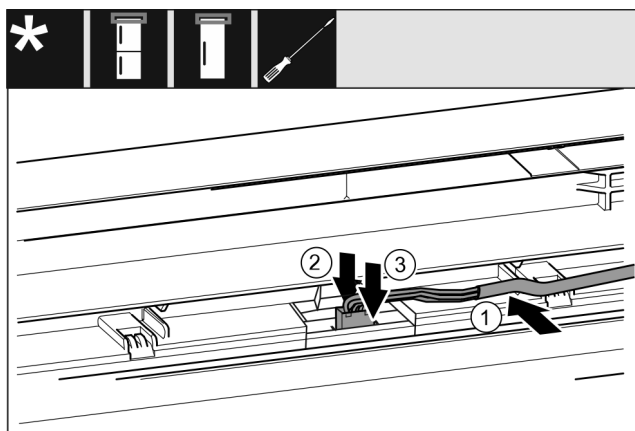

Fig. 61 Hladnjaci-zamrzivači / zamrzivači / hladnjaci*
- ▶ Umetnite kabel Fig. 61 (1) u vodilicu u gornja vrata.*
- ▶ Pritisnite jezičac Fig. 61 (2) prema natrag.*
- ▶ Pustite da se utikač Fig. 61 (3) uglavi.*